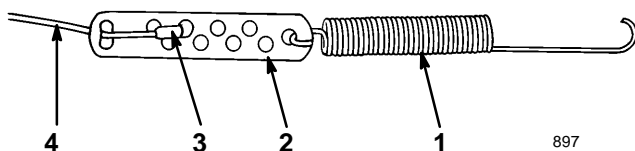

Figure 13
- C. Décrocher le crochet en Z du dispositif de réglage du câble et l'accrocher dans le trou du haut ou du bas pour obtenir l'écart requis de 1,6 à 3,2 mm (1/16 à 1/8") entre le support de la barre de commande et le mancheron (Fig. 13).
- C. Décrocher le crochet en Z du dispositif de réglage du câble et l'accrocher dans le trou du haut ou du bas pour obtenir un écart de 1,6 à 3,2 mm (1/16 à 1/8") entre le support de la barre de commande et le mancheron (Fig. 13).